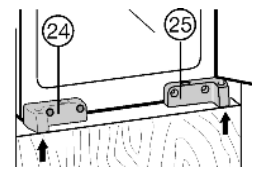

Fig. 12
- Ajuster l'appareil en profondeur : Ajuster l'arête avant du support Fig. 12 (24), le support Fig. 12 (25) et l'équerre de fixation Fig. 12 (22) de façon à ce qu'ils affleurent l'arête avant du bas du meuble et la paroi latérale du meuble.